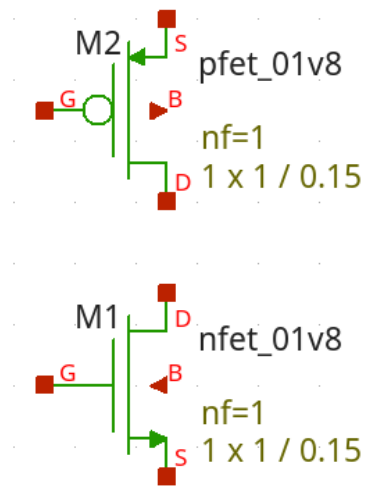

Figura 6: transistor PMOS y NMOS ubicados en el esquemático.
6. Coloque un transistor PMOS y el NMOS en la hoja del esquemático, tal como se muestra en la figura 6.